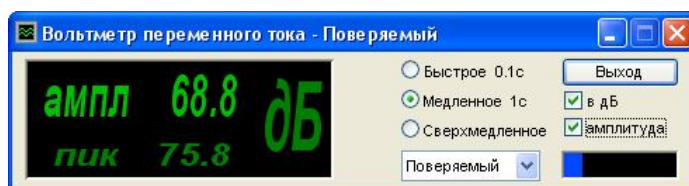

Рисунок 7.3
7. Запускают следующую программу «Вольтметр переменного тока», настраивают ее на отображение амплитудного значения в децибелах с усреднением данных 1 с и выбирают канал подключения поверяемого датчика (Рисунок 7.3).